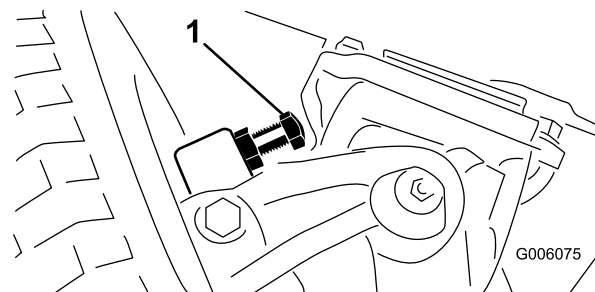

Figure 60
1. Vissez ou dévissez les boulons jusqu'à ce que l'écart correct soit obtenu (2,286 mm) (Figure 60).